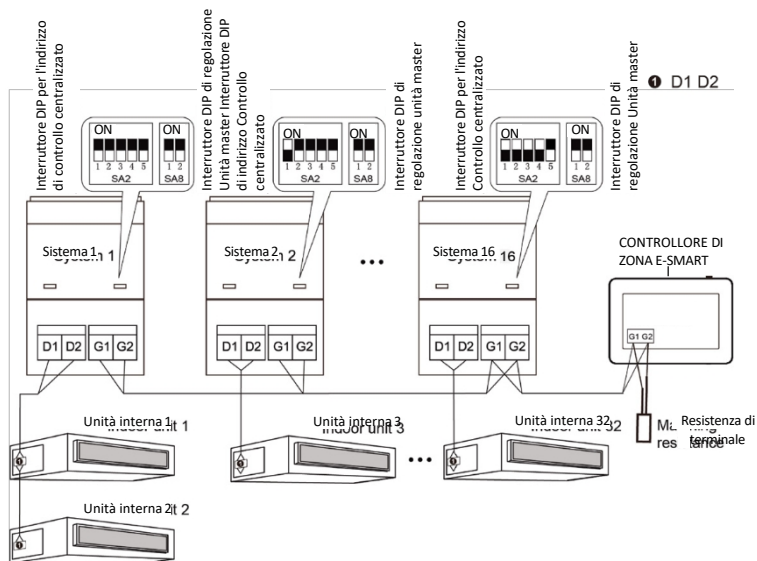
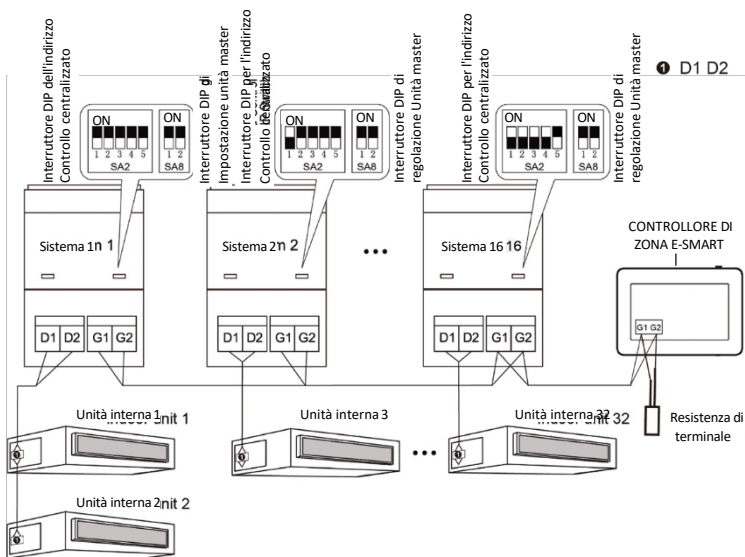

Fig. 3.5 Controller centralizzato collegato alla rete UE
Fig. 3.6 Controller centralizzato collegato alla rete del convertitore di modalità di recupero del calore
- ③ Se il controller centralizzato deve essere collegato alla rete UE, effettuare i collegamenti come da Fig. 3.5. Il controller centralizzato può essere collegato solo al sistema terminale della rete UE. È necessario aggiungere una resistenza adeguata ai cavi di comunicazione sulle porte G1 e G2.
- ④ L'interruttore DIP dell'indirizzo del controller centralizzato (SA2_Addr-CC) indica l'indirizzo del regolatore centralizzato, necessaria quando diversi sistemi di refrigerazione vengono comandati in modalità centralizzata. L'impostazione di fabbrica predefinita è «00000».
- ⑤ Se il controller centralizzato deve essere collegato alla rete di recupero del calore, effettuare i collegamenti come da fig. 3.6. Il metodo 2 è applicabile anche al controller centralizzato collegato alla rete di recupero del calore.
- ⑥ Se il controller centralizzato deve essere collegato alla rete UE, impostare l'interruttore DIP dell'indirizzo di controllo centralizzato dell'UE secondo i seguenti metodi:
- ⑦ Sull'unità esterna master, l'interruttore DIP (SA8) deve essere impostato su 00. In caso contrario, l'impostazione non è valida;
- ⑧ Nello stesso sistema di refrigerazione, l'interruttore DIP dell'indirizzo del controller centralizzato su un'unità non master non è valido e non è necessario modificare le impostazioni;
- ⑥ L'interruttore DIP dell'indirizzo del controller centralizzato sull'unità esterna master di un sistema di refrigerazione deve essere impostato su 00000, poiché tale sistema è il sistema in modalità master;